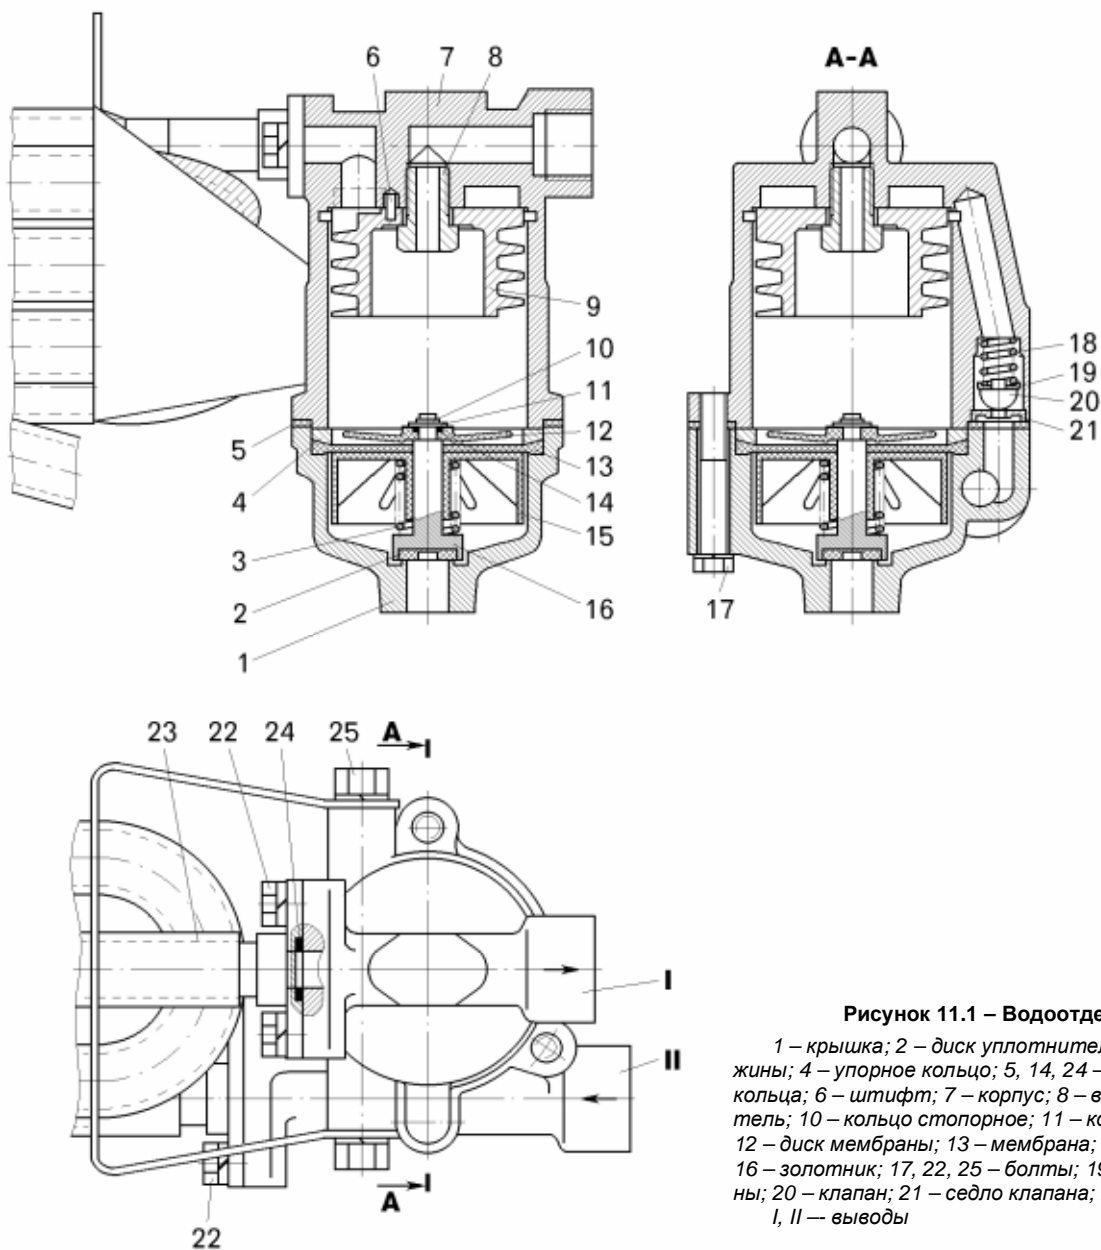

Рисунок 11.1 – Водоотделитель:
- отвернуть болты 22, 25 (рисунок 11.1) и отсоединить охладитель 23 от корпуса 7, крышки 1 и извлечь из канавок фланцев охладителя уплотнительные кольца 24;